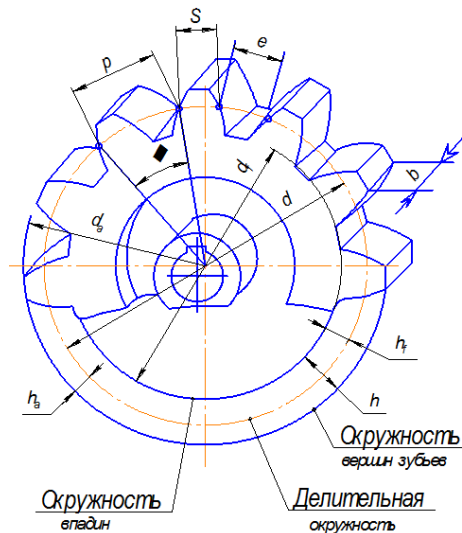

Рисунок 2- Геометрические параметры цилиндрического колеса с прямыми зубьями
Делительная окружность принадлежит отдельному колесу и получается при его зацеплении со стандартной рейкой. Окружность, являющаяся начальной при зацеплении с рейкой – делительная; её диаметр обозначается d (рис. 2). Для колес без смещения делительные окружности совпадают с начальными. Толщина зуба по делительной окружности S равна ширине впадины между двумя зубьями e .
9. Определить толщину зуба по делительной окружности (рис. 2), мм: